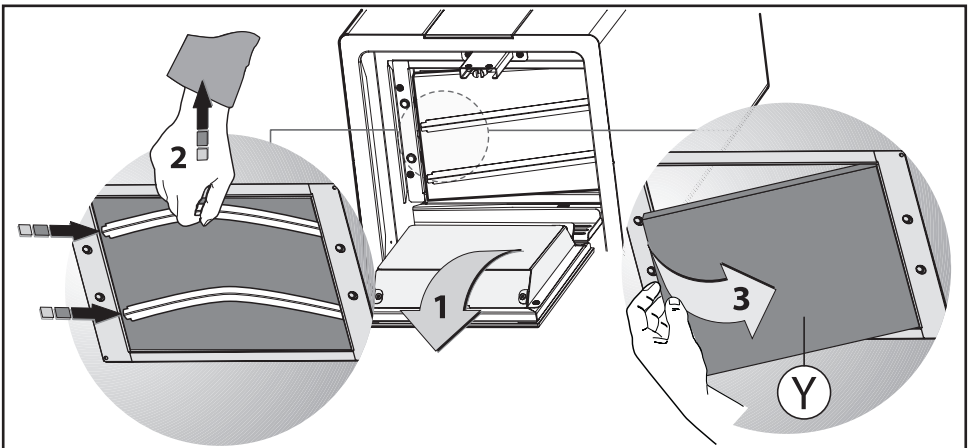

Fig.12
- Rimuovere le staffe dalla sede, tirandole verso l'esterno. (Fig.12).